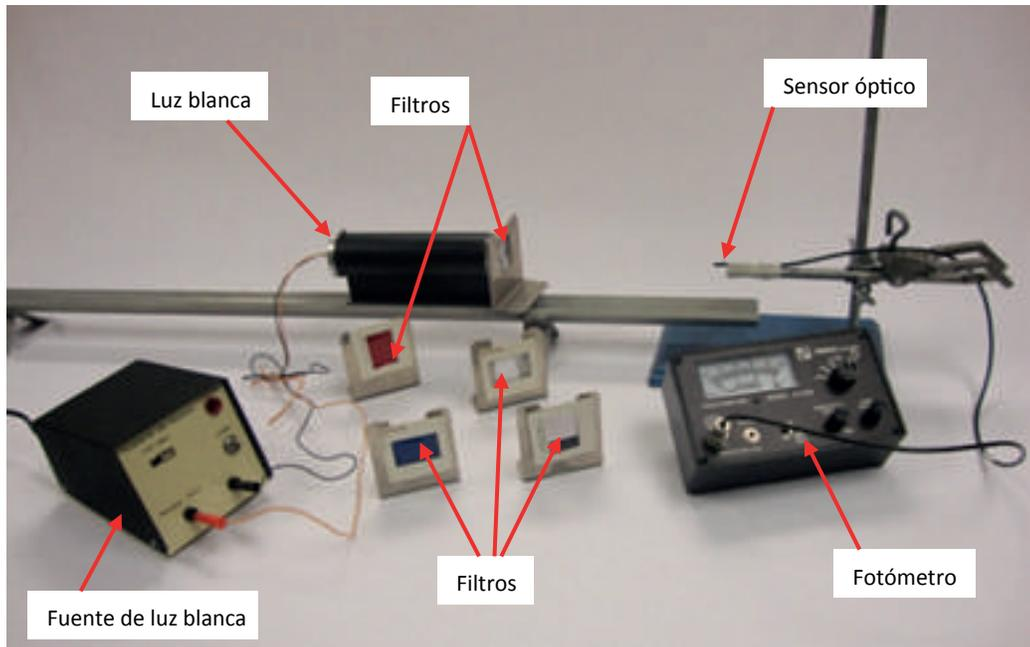

Figura 2.5. Intensidad luminosa
- f) Arme el dispositivo que se muestra en la figura 2.5.